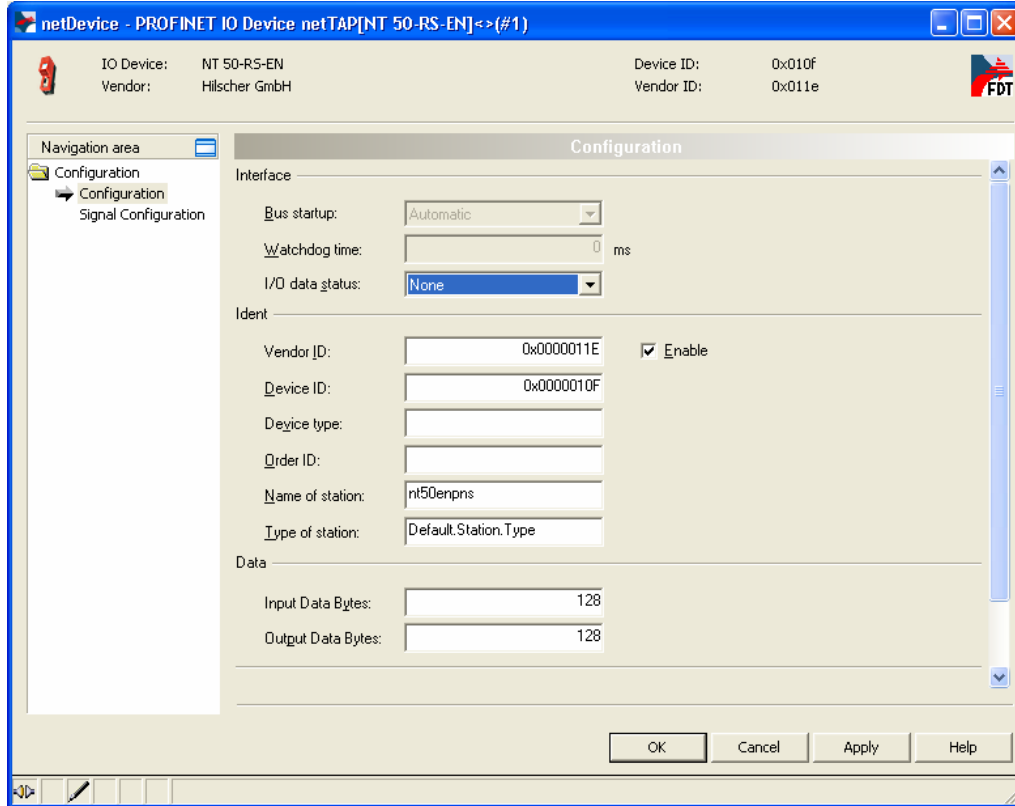

图 23
- 7) 右击网关图标，选择“Configuration”“PROFINET IO Device”，弹出对话框，设置网关作为 PROFINET 从站的参数。打上“Enable”，在“Name of station”中记住名字，或者修改名字，这个名字必须与 PLC 那边设置的 NT 50 的名字一致，一般情况下，不需要修改，两边都是默认的情况下，名字是相同的。设置网关输入输出字节数（长度一般设置 16 个串口握手字节加上串口数据长度），如图 23 所示。设置好之后单击 OK 按钮保存并推出对话框。